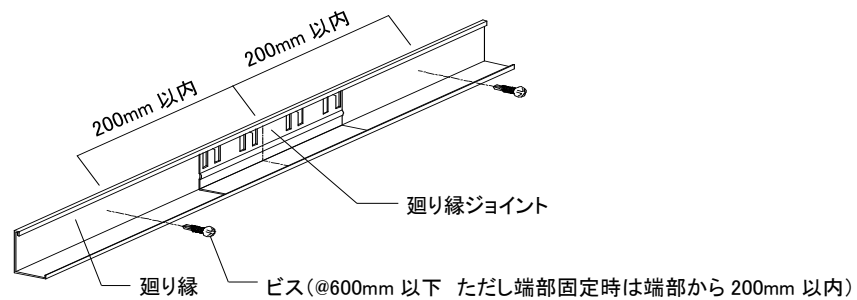

図2-2-2 廻り縁端部のビス固定位置
②基準墨に沿って廻り縁をビスピッチ@600mm 以下で固定する。端部固定時は廻り縁ジョイントと干渉しないように、端部から 200mm 以内に固定する。(図 2-2-2 参照)